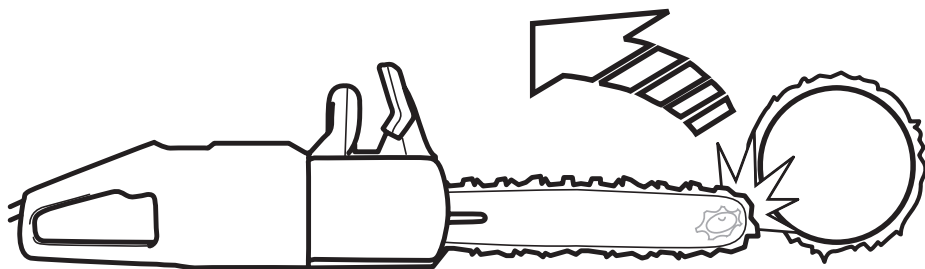

Рисунок 3 — Отброс цепной пилы
- Отброс — это неожиданная ответная реакция цепной пилы в процессе работы, когда она резко подается назад к оператору в результате контакта верхней носовой части (зона отброса) шины направляющей (см. рис. 3 и 4) с другими предметами.